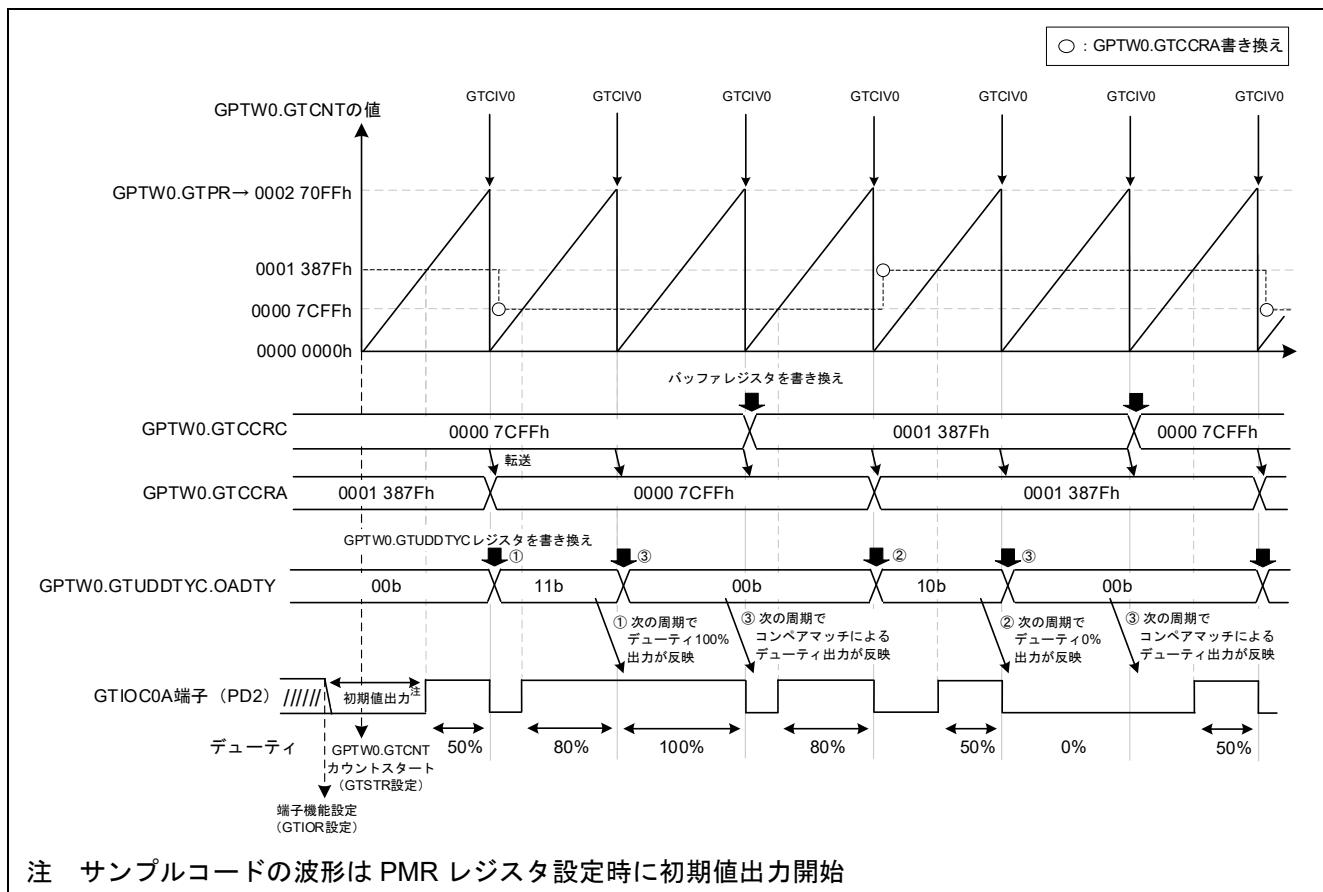

図 4-81 サンプルコードの動作
- デューティの変更タイミングの詳細は図 4-81 を参照
本サンプルコードの動作を図 4-81 に示します。周期ごとにデューティの設定を変更するため、GTCNT カウンタのオーバフロー割り込み (GTCIV0) でバッファレジスタ GTCCRC の値を書き換え、GTCNT カウンタのオーバフロー発生時に GTCCRA へ転送する動作を基本としています。